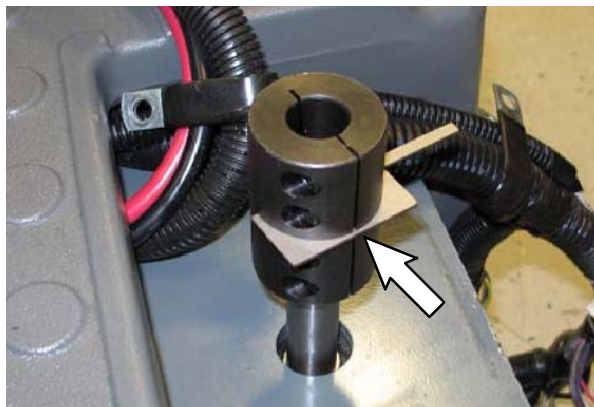

FIG. 37
8. Utilisez un chiffon imbibé d'alcool (6) pour nettoyer l'alésage du nouveau coupleur de direction (3) et l'arbre de l'unité d'entraînement.
9. Posez le coupleur de direction (3) sur l'arbre de l'assemblage de roue avant et insérez la cale (2) dans le couplage de direction. (Fig. 37)
10. Utilisez la douille fournie (4) pour serrer les deux vis de prise inférieures (17 Nm / 150 in. lbs) et fixer le coupleur de direction (3) sur l'assemblage de roue avant. (Fig. 37)
11. Déposez la cale (2) du coupleur de direction (3). (Fig. 37)